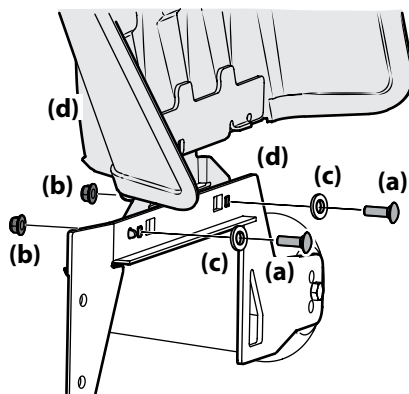

Figura 2-5
1. Retire los tornillos del carro (a), las tuercas de bloqueo de la brida (b) y las arandelas planas (c) instaladas en el soporte de montaje (d) en la cubierta. Consulte Figura 2-5.
2. Con los elementos de ferretería que extrajo anteriormente, instale el deflector del canal en la plataforma, como se indica en la Figura 2-5.